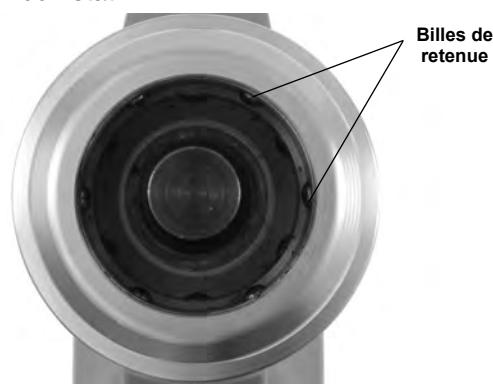

Figure 4 – L'intérieur d'un raccord QCS
- Vérifiez que les douze (12) billes de retenue du raccord QCS sont bien présentes dans leurs logements respectifs et qu'elles sont en bon état. La Figure 4 montre l'intérieur d'un raccord QCS propre et en bon état.